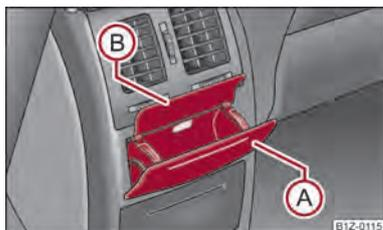

Fig. 72 Consola central alta: Cinzeiro atrás
- Carregue na parte de cima da tampa do cinzeiro na área (A) ⇒ Fig. 72.